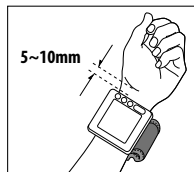

Fig.4
2. Plasați manșonul pe antebraț în așa fel, încât marginea lui să fie la 5-10mm de la palmă. Plasați dispozitivul pe centrul antebrațului Dvs. (fig.4).